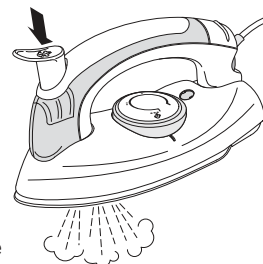

Abbildung 4: Dampfstoß abgeben
6. Drücken Sie beim Bügeln kräftig auf den Dampfknopf, um einen Dampfstoß abzugeben (siehe Abbildung 4).